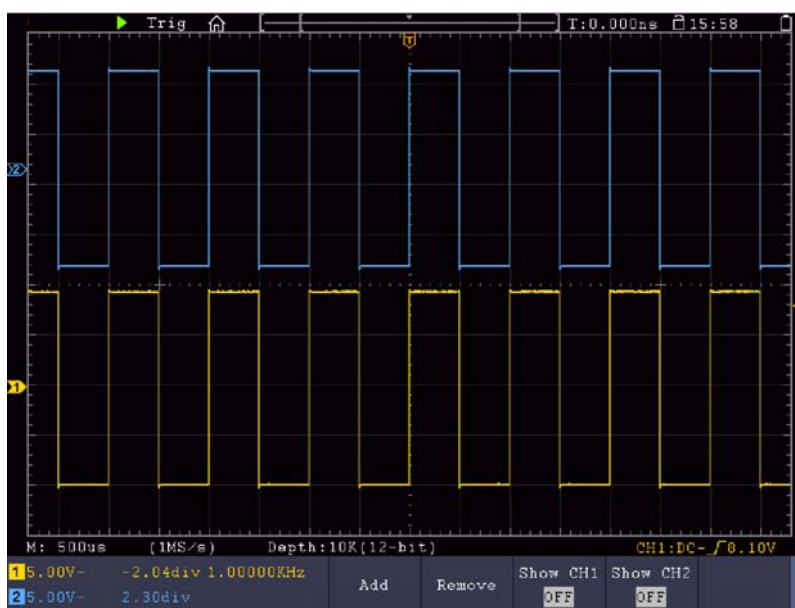

Figura 6-2 Medición de forma de onda de ganancia
- (1) Pulse la tecla **Autoset** y el osciloscopio ajustará las formas de onda de los dos canales para mostrarlos de forma adecuada en pantalla.
- (2) Pulse la tecla **Measure** para mostrar el menú de medidas.
- (3) Seleccione **Añadir** en el menú inferior.
- (4) En el menú de la izquierda con el selector **M** seleccione **Pico-Pico**.
- (5) En el menú de la derecha **Fuente** seleccione **CH1**.
- (6) En el menú de la derecha, seleccione **Añadir**. Se añade el tipo pico a pico de **CH1**.
- (7) En el menú Tipo de la izquierda, gire el selector **M** para seleccionar **Pico-Pico**.
- (8) En el menú de la derecha, seleccione **CH2** en el elemento de menú **Fuente**.
- (9) En el menú de la derecha, seleccione **Añadir**. Se añade el tipo **Pico-Pico** de **CH2**.
- (10) Lea las tensiones **Pico - Pico** del Canal 1 y el Canal 2 en la parte inferior izquierda de la pantalla (ver Figura 6-2).
- (11) Calcular la ganancia del amplificador con las siguientes fórmulas.